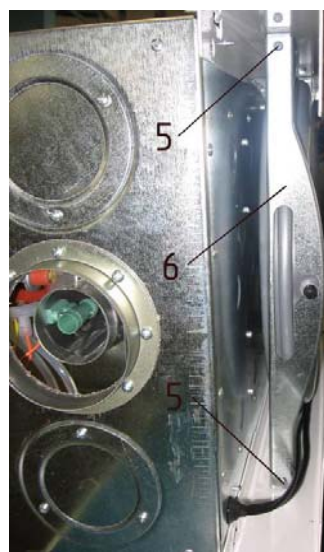

Рис. 26. Демонтаж расширительного бака
- ✓ отвернуть два винта крепления 5 (см. Рис. 26) верхнего кронштейна 6 к швеллерам котла;